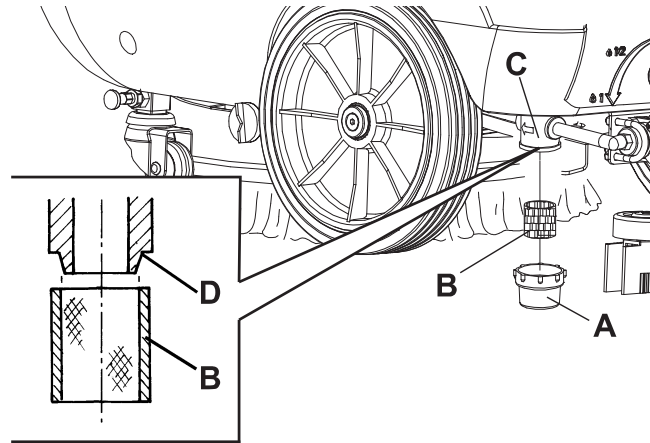

Abbildung 6
1. Reinigungslösungstank (27) wie im entsprechenden Abschnitt erläutert entleeren.
3. Überprüfen, ob das Netzkabel (21) vom Stromnetz getrennt ist.
4. Den durchsichtigen Deckel (A, Abb. 6) und Siebfilter (B) entfernen. Reinigen und in der Halterung (C) anbringen.